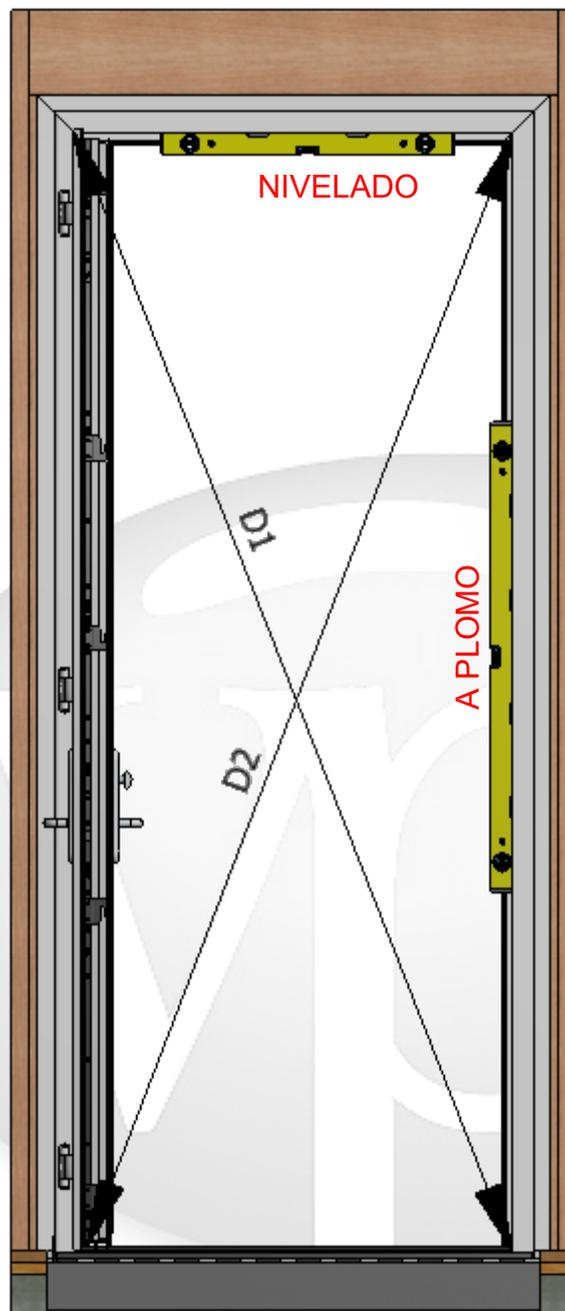

Figura 14: Vista del encuadramiento del marco
A) Es fundamental **encuadrar el marco**. Para hacerlo correctamente, es necesario tomar primero las medidas de esquina a esquina (D1 y D2), y luego determinar si ambas dimensiones están dentro de la tolerancia permitida de 1/8 pulg. De no ser así, distribuya la diferencia, y ese es el ajuste general que debe hacer. (Ver Figura 14).
B) **Nivelada y a plomo:** use un nivel para revisar el alféizar y las jambas y determinar si el marco está nivelado y a plomo. (Ver Figura 14).